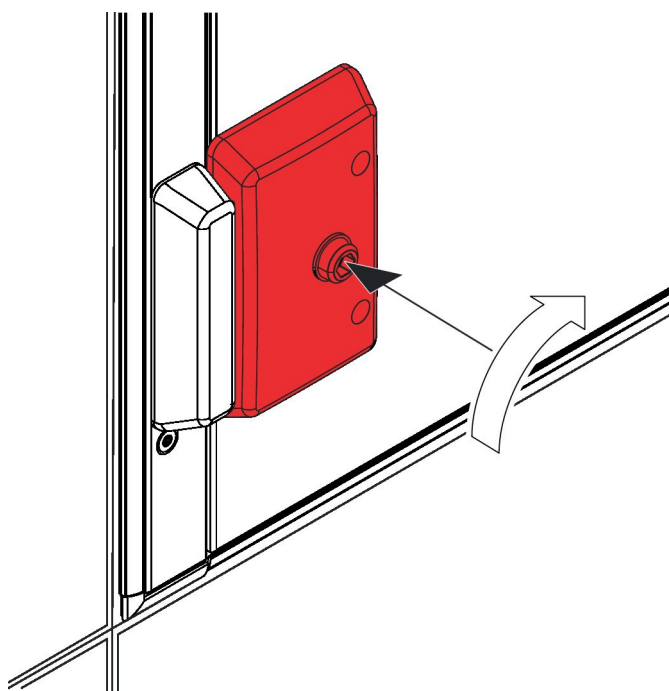

Abb. 49: Türschloss mit Zugang zum Gefahrenbereich öffnen
- ▶ Den TROX Spezialschlüssel in das Türschloss stecken und bis zum Anschlag gegen den Uhrzeigersinn drehen ( Abb. 49 ).